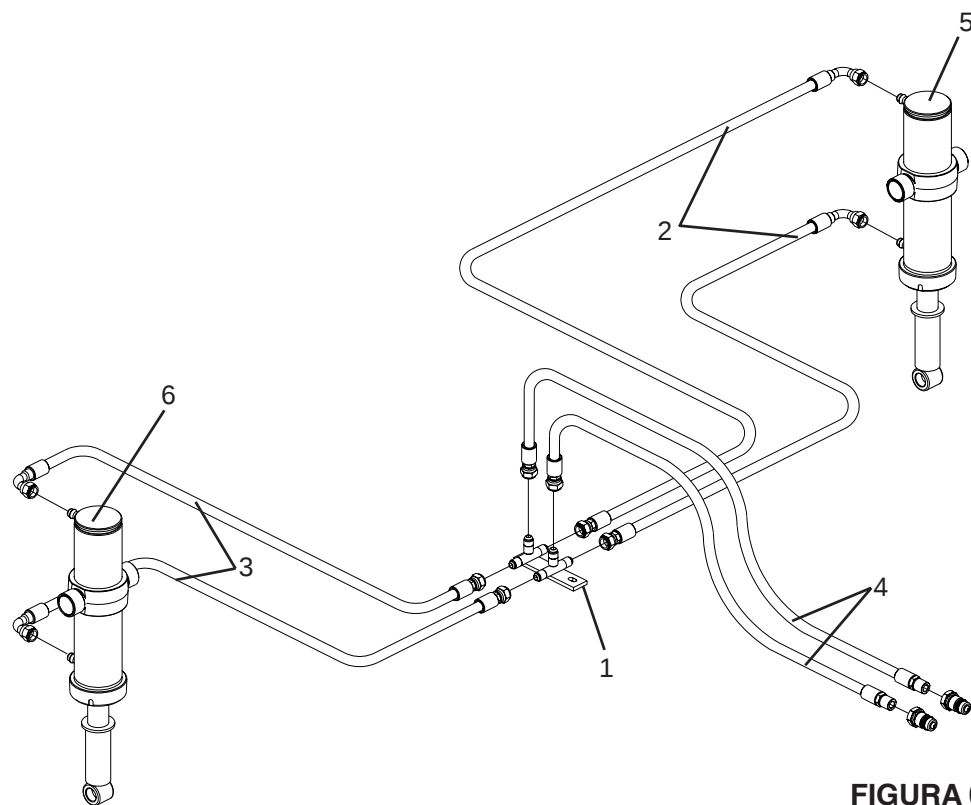

FIGURA 08
SCB-CR / SCB-H (FIGURA 08)
- 10 - Fixar o distribuidor de óleo (1), proceda a ligação das mangueiras (2,3,4) no distribuidor (1), as mangueiras (2) no pistão esquerdo (5) e as mangueiras (3) no pistão direito (6), conforme mostra a **Figura 08**.